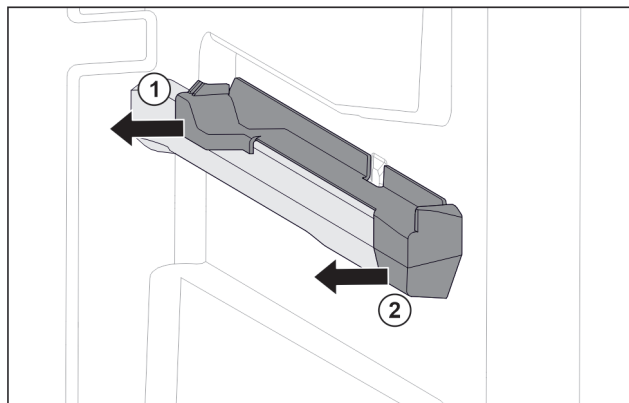

Fig. 114 Natični nastavek na desnemu nastavku za posodo
- ▶ Natični nastavek zadaj izvlecite v stran. Fig. 114 (1)
- ▶ Natični nastavek spredaj izvlecite v stran. Fig. 114 (2)